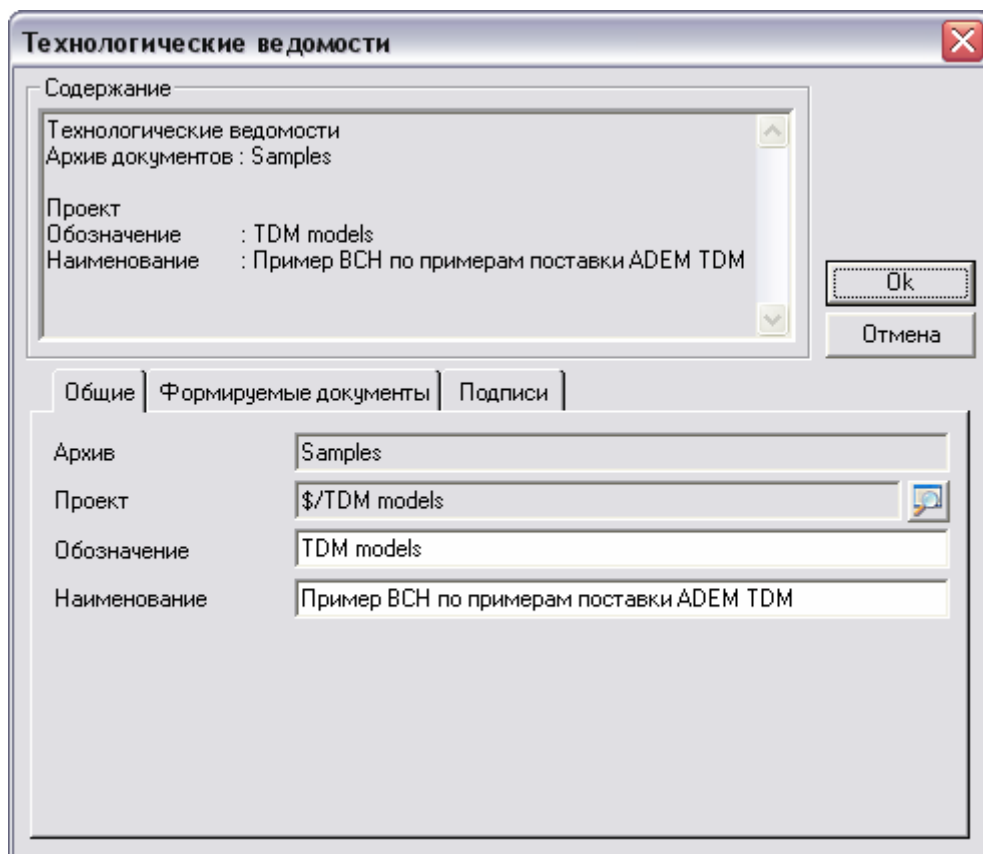

Рис. 111 Диалог объекта «Технологические ведомости». Вкладка «Общие».
4. В появившемся диалоге **Технологические ведомости** (см. Рис. 111) измените из предложенных по умолчанию параметров необходимые и нажмите кнопку **Ок**.